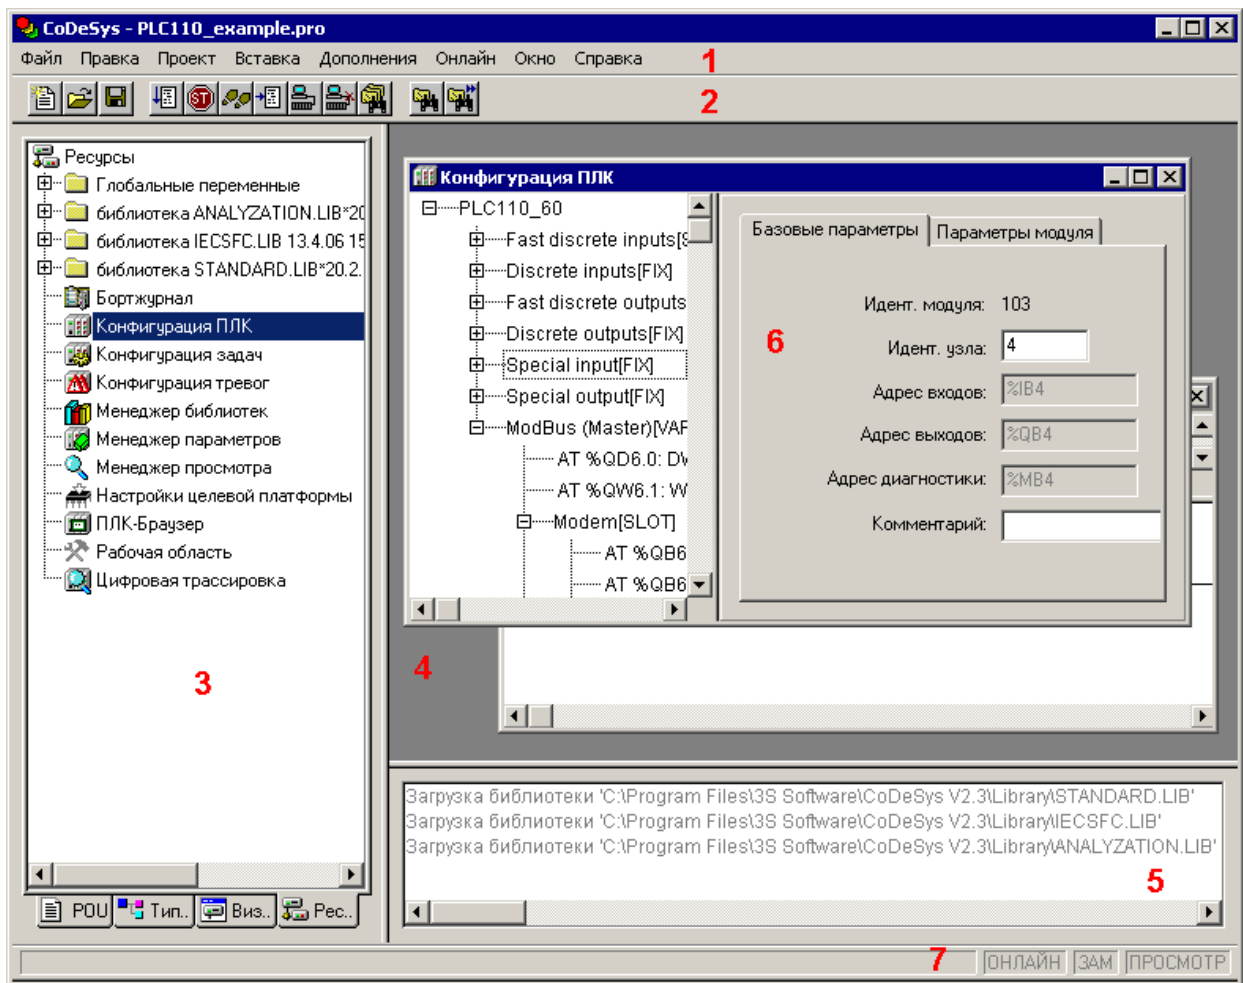

Рисунок 3.3 – Главное окно ПО CoDeSys
После запуска ПО CoDeSys открывается Главное окно программы (см. рисунок 3.3).
- 2) В открывшемся главном окне ПО CoDeSys (рисунок 3.3) – вызвать команду «Файл | Новый (File | New)» главного меню или нажать кнопку «Новый (New)» () панели инструментов.